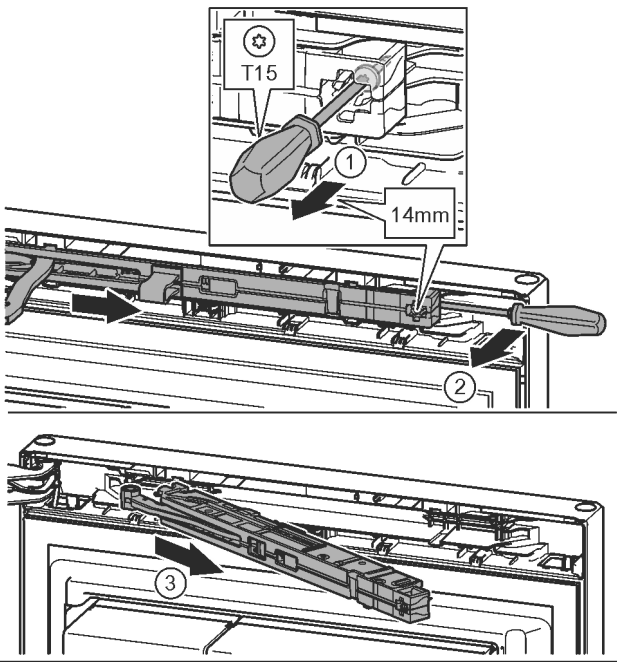

Fig. 13
- ▶ Schraube an Schließdämpfereinheit mit Schraubendreher T15 ca. 14 mm lösen. Fig. 13 (1)
- ▶ Mit einem Schraubendreher griffseitig hinter die Schließdämpfereinheit fahren und nach vorne drehen. Fig. 13 (2)
- ▶ Schließdämpfereinheit herausziehen. Fig. 13 (3)